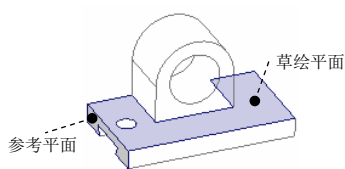
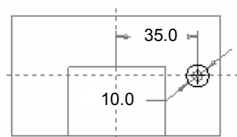

图 5.2.61 选取草绘平面与参考平面
图 5.2.62 截面草绘图形
(1) 选取命令。在操控板中单击按钮，然后在弹出的界面中单击按钮，系统弹出“草绘”对话框。
(2) 定义截面草图的放置属性。
- ① 定义草绘平面。选取图 5.2.61 所示的零件表面为草绘平面。
- ② 定义草绘视图方向。采用模型中默认黄色箭头(操作中可见)方向为草绘视图方向。
- ③ 对草绘平面进行定向。
- a) 指定草绘平面的参考面。选取图 5.2.61 所示的拉伸面作为参考平面。
- ④ 在“草绘”对话框中单击按钮，进入草绘环境。
(3) 创建图 5.2.62 所示的截面草绘图形。
- ① 进入截面草绘环境后，接受系统的默认参考。
- ② 绘制截面几何图形，建立约束并修改尺寸。
- ③ 完成绘制后，单击“草绘”工具栏中的“完成”按钮.